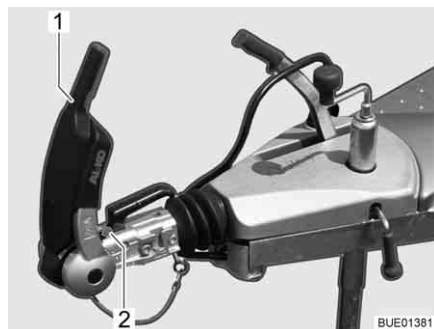

Fig. 225 Indicateur garnitures de friction avant et arrière
- Ouvrir la poignée de stabilisation (Fig. 225,1).
Le contrôle s'effectue au moyen de l'indicateur disposé en amont de la poignée d'attelage (Fig. 225,2).